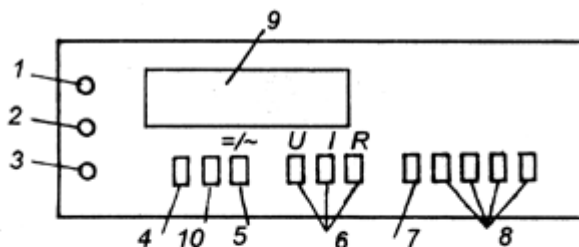

Рис. 1
**1. Универсальный прибор — вольтамперомметр (рис. 1)**